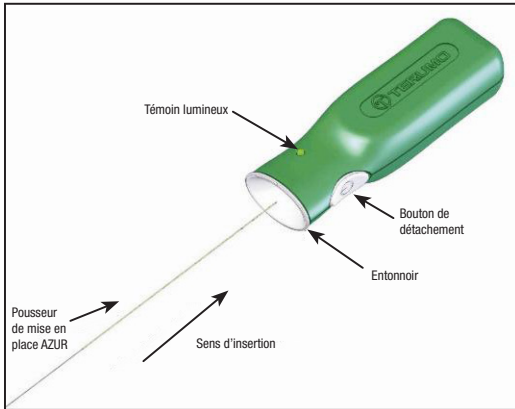

Figure 2 : Contrôleur de détachement AZUR
15. Avant d'utiliser le dispositif, retirer du tube protecteur l'extrémité proximale du poussoir de mise en place. Prendre les précautions nécessaires pour éviter de contaminer cette extrémité du poussoir de mise en place avec des substances étrangères comme du sang ou du produit de contraste. Insérer fermement l'extrémité proximale du poussoir de mise en place dans la partie en entonnoir du contrôleur de détachement AZUR. Voir Figure 2. **Ne pas appuyer sur le bouton de détachement à ce stade.**
35. Raccorder l'extrémité proximale du pousoir de mise en place au contrôleur de détachement AZUR en insérant fermement l'extrémité proximale du pousoir de mise en place dans la partie en entonnoir du contrôleur de détachement AZUR. Voir Figure 2.